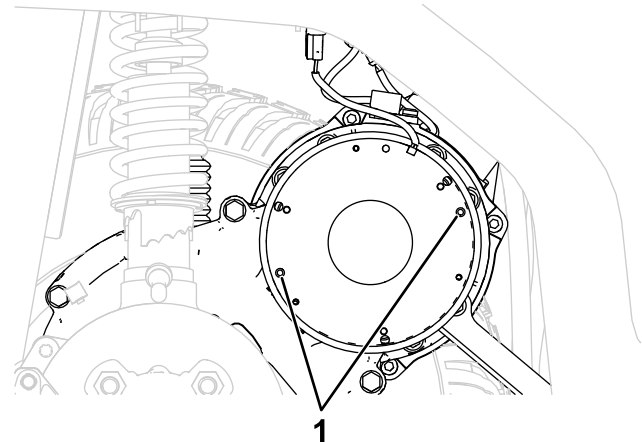

Bild 19
4. Um die Feststellbremse zu lösen, setzen Sie zwei Schrauben (M5-0,8 x 45 mm) in die unter Bild 19 gezeigten Löcher ein und ziehen sie diese langsam an.